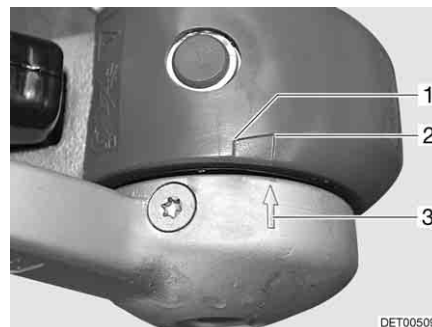

Fig. 192 Garnitures de friction
- Si la flèche se trouvant sur le disque de pression (Fig. 192,3) se trouve devant ou touche la zone témoin (Fig. 192,2), les garnitures de friction sont encore à l'état neuf.
- Si la flèche du disque de pression se trouve dans la zone témoin (Fig. 192,1 à 2), les coupelles de friction sont légèrement usées.
- Si la flèche du disque de pression se trouve à la fin de la zone témoin (Fig. 192,1) ou la dépasse, les coupelles de friction sont usées.